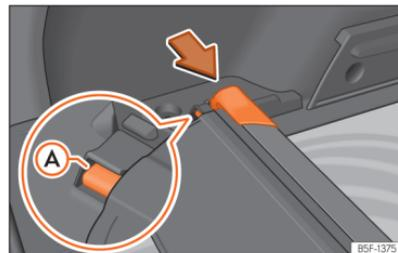

Abb. 181 Im Gepäckraum: Aufnahme zum Verstauen der aufrollbaren Abdeckung.
- Drücken Sie den Kopfteil der aufrollbaren Abdeckung in Pfeilrichtung, bis diese in der vorgesehenen Aufnahme einrastet »» (Abb. 181). Stellen Sie sicher, dass das Gleitstück **A** in der entsprechenden Aufnahme einrastet.